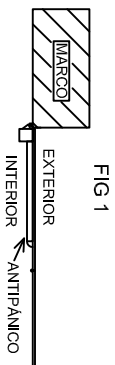

FIG 1
**IMPORTANTE:** ESTE CROQUIS ES APLICABLE A TODAS LAS PUERTAS EN LAS QUE EL LADO INTERNO DE LA HOJA ESTÁ EN EL MISMO PLANO QUE EL MARCO (FIG 1); CUANDO EL LADO INTERNO DE LA HOJA NO ESTÁ EN EL MISMO PLANO QUE EL MARCO (FIG 2), EL USUARIO/INSTALADOR DEBERÁ DEFINIR LOS CORTES A REALIZAR PARA SU CASO ESPECÍFICO